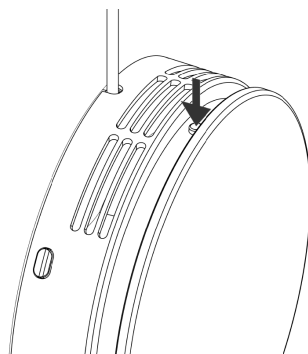

Abbildung 28 - Gerät ausschalten
1. Schalten Sie zunächst das Gerät aus, siehe nachstehende Abbildung 28 unten. Warten Sie 3 Minuten, bis das Gerät vollständig zum Stillstand gekommen ist.